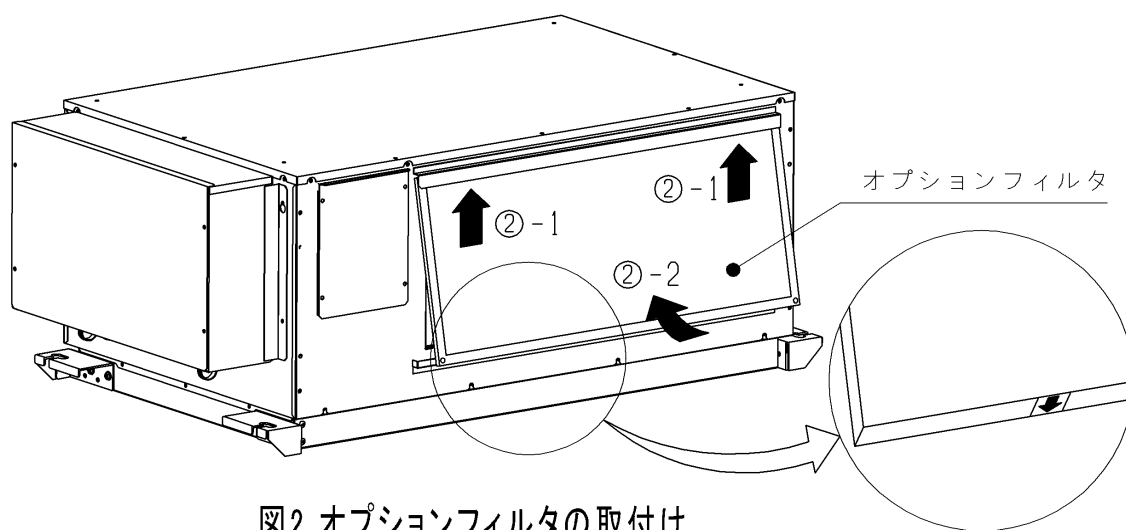

図2 オプションフィルタの取付け
②オプションフィルタを図2の向き(エアフローマーク➡の方向)になるように取付けます。